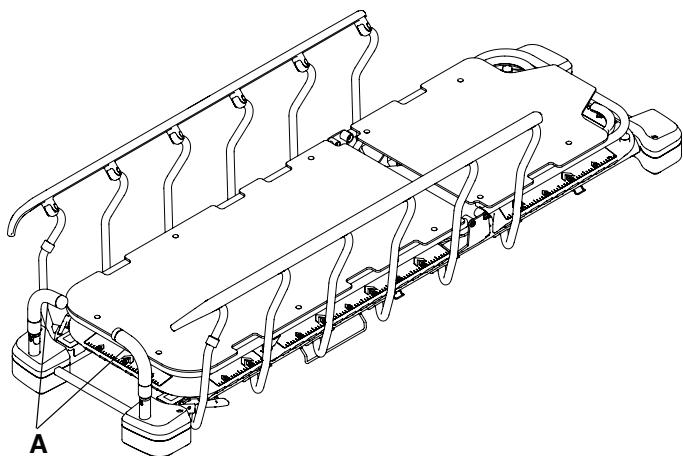

Figure 8 – Positionnement des poignées de poussée du côté pieds
1. Soulever tout droit les poignées de poussée du côté tête (A) une à la fois (Figure 8).
2. Faire pivoter les poignées de poussée du côté pieds (A) en position d'utilisation.